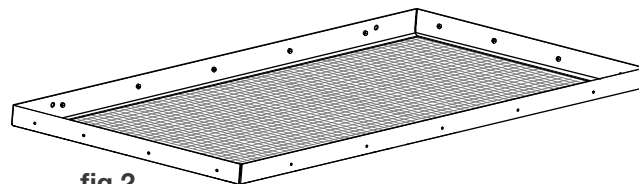

fig.2
3. Pour installer le déflecteur avant (Fig. 2), glissez-le à la verticale vers l'avant de la chambre à fumée.
5. Retirez la vitre du cadre de porte. (FIG.2)
3. Retirez les 10 vis du haut et du bas et les 8 vis latérales (Fig. 2).